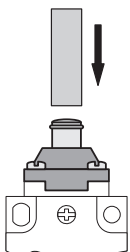
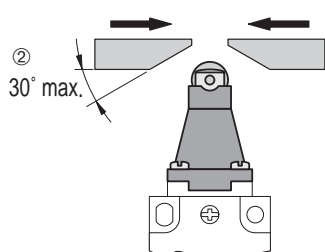

fig 1
fig 2
- No cabeçote de pistão (fig 1), o elemento operador externo deve acionar o centro do pistão e ter percurso paralelo ao eixo do mesmo não excedendo o curso máximo permitido para o pistão (top mecânico). Para acionar um cabeçote de pistão no sentido transversal, utilizar o tipo S (com rolete - fig 2).